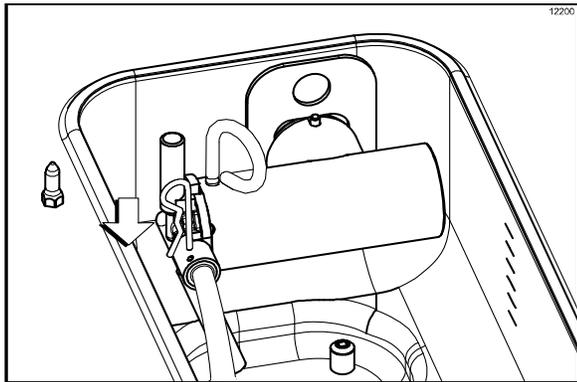

Figura 167
- Quite la chaveta del conector de salida de la bomba de mezcla cuando la mezcla deje de burbujear hacia el cilindro refrigerante. Inserte el extremo de salida del tubo de alimentación de mezcla en el orificio de entrada de mezcla de la tolva de mezcla. Coloque el extremo de entrada del tubo de alimentación de mezcla en el conector de salida de la bomba de mezcla. Sujete el tubo con la chaveta. (Vea la figura 167).